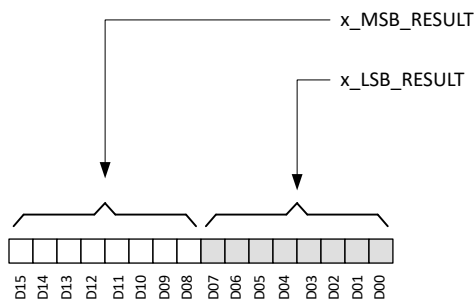

图 7-15. 磁传感器数据定义
X、Y 和 Z 磁传感器数据存储在 **x_MSB_RESULT** 和 **x_LSB_RESULT** 寄存器中。图 7-15 显示了每个传感器输出以 16 位二进制补码格式存储在两个 8 位寄存器中。数据可以结合 MSB 和 LSB 寄存器以 16 位格式检索，也可以通过 MSB 寄存器以 8 位格式检索。
- D_i 是 图 7-15 中所示的数据位。